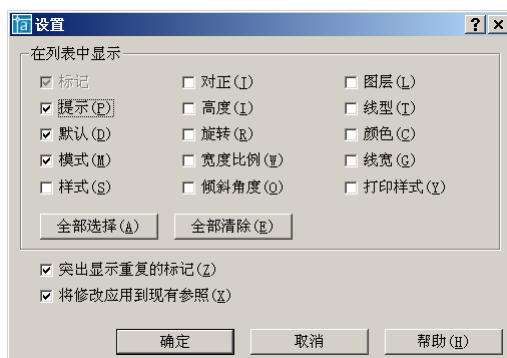

图 3-14 “设置”对话框
(4) **设置(S)...**按钮：利用该按钮可以弹出如图 3-14 所示的 **设置** 对话框，该对话框用于编辑块属性的新内容。